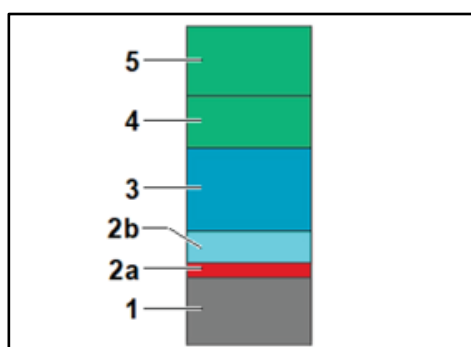

Fig.1: stratificazione massima consentita per la verniciatura di pezzi nuovi o riparati
- Sulle parti già verniciate è permesso realizzare solo un'unica struttura della verniciatura con composizioni della vernice di base adatte ai radar della marca (vedi simbolo "adatto ai radar" del tintometro in uso) e al massimo due mani di vernice trasparente (vedi fig. 1 "stratificazione massima consentita per la verniciatura di pezzi nuovi o riparati").